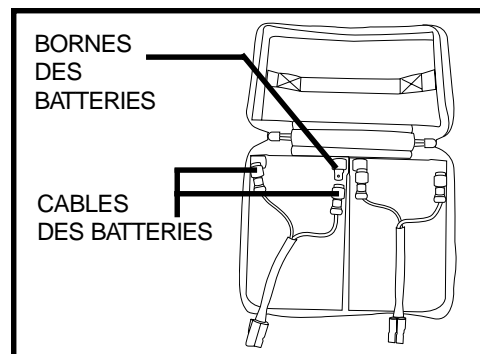

Figure 15. Câbles des batteries
5. Débranchez la borne rouge (+) positive et la borne noire (-) négative en tirant doucement sur le connecteur. Voir la figure 15.
1. Rebranchez les câbles (2) aux bornes de la batterie. Voir la figure 15.